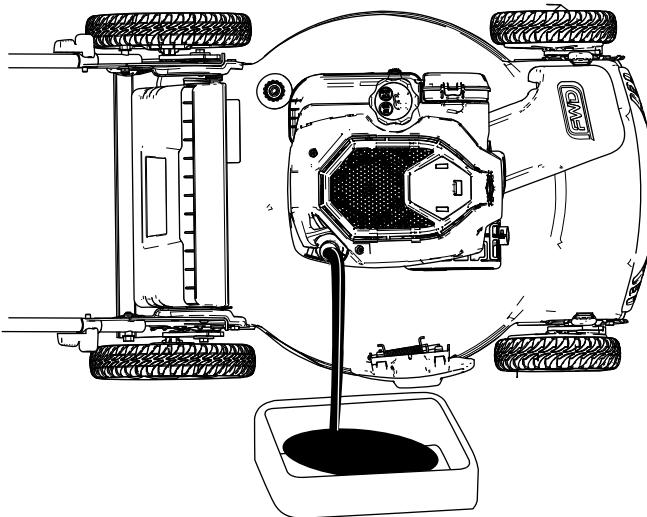

Figure 25
- Basculez la machine sur le côté (filtre à air en haut) pour vidanger l'huile usagée par le tube de remplissage (Figure 25).